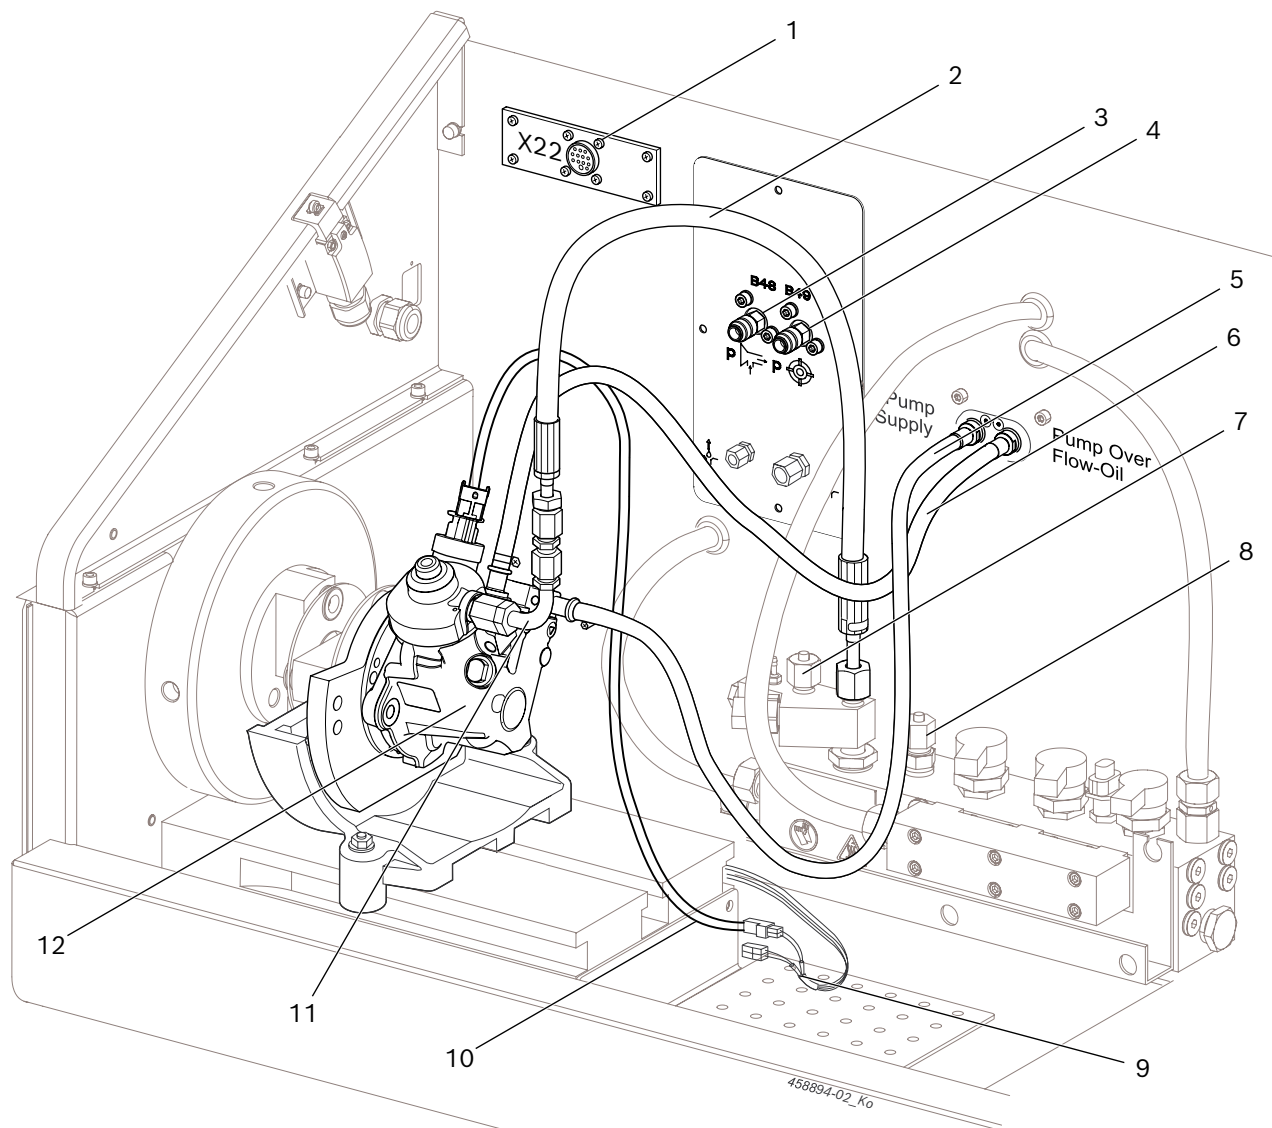

Fig. 2: Anslutning CP4.1
1. Anslut slangarna för testoljetillflöde (fig. 2, pos. 5) och testoljeretur (fig. 2, pos. 6) till respektive anslutningar på CP4.
2. Anslut högtrycksslangen 1 680 712 324 (fig. 2, pos. 2) till högtrycksingången på högtrycksskenan och via testtryckledningen 1 680 750 123 (fig. 2, pos. 11) till högtrycksanslutningen på CP4 (åtdragningsmoment = 25–30 Nm).
3. Förslut anslutningen för högtrycksslangen till fördelarskenan CRI 846H eller CRI/CRIN 848H med en blindplugg på högtrycksskenan (fig. 2, pos. 7, 8).
För CP4.2 måste blindpluggen tas bort från högtrycksskenan (fig. 2, pos. 7), och en ytterligare högtrycksslang måste anslutas till högtrycksskenan och CP4.
4. Anslut anslutningskabel 1 684 463 946 (fig. 2, pos. 9) till X24 och förbind den med CP4 med den pumpspecifika adapterkabeln (fig. 2, pos. 10, specialtillbehör).
I delsatsen 1 687 016 128 ingår adaptern 1 681 032 115, som används för mätning av matarpumptryck för CP4 med kugghjulspumpar. Montera adaptern på CP4 före provningen och anslut slangen från adaptern till B49 (fig. 2, pos. 4).
Slangarna som ingår i delsatsen 1 687 016 128 används för mätning av undertryck. Anslut den pumpspecifika slangen till insprutningspumpen och till B48 (fig. 2, pos. 3).
- Är anslutningen på högtrycksskenan (för förelarskena CRI 846H) försluten med en blindplugg (fig. 2, pos. 8)?